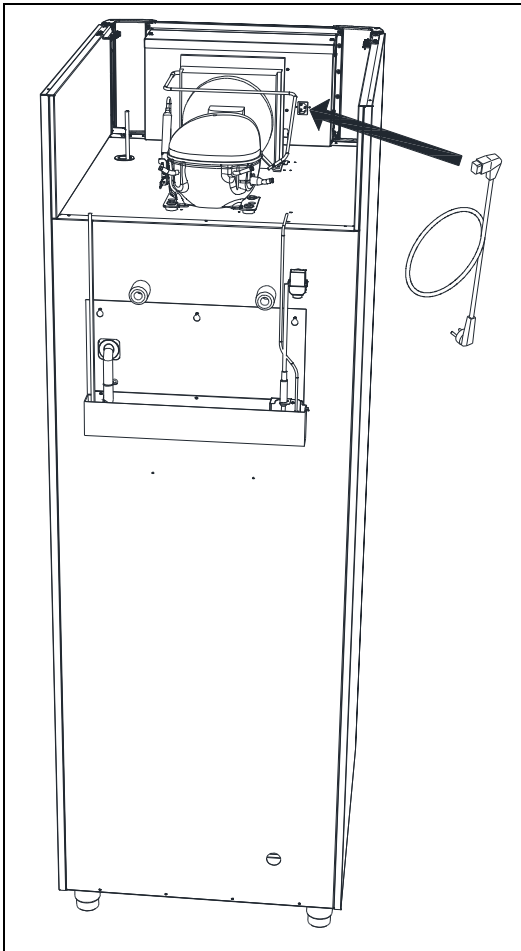

Fig. 5
-  Schließen Sie das Gerät nur an die auf dem Typenschild angegebene Netzspannung an. Bei Unklarheiten bezüglich des Anschlusses fragen Sie bitte Ihren Händler. Verwenden Sie hierzu nur die mitgelieferte Anschlussleitung 3x1mm2 (Fig. 5).